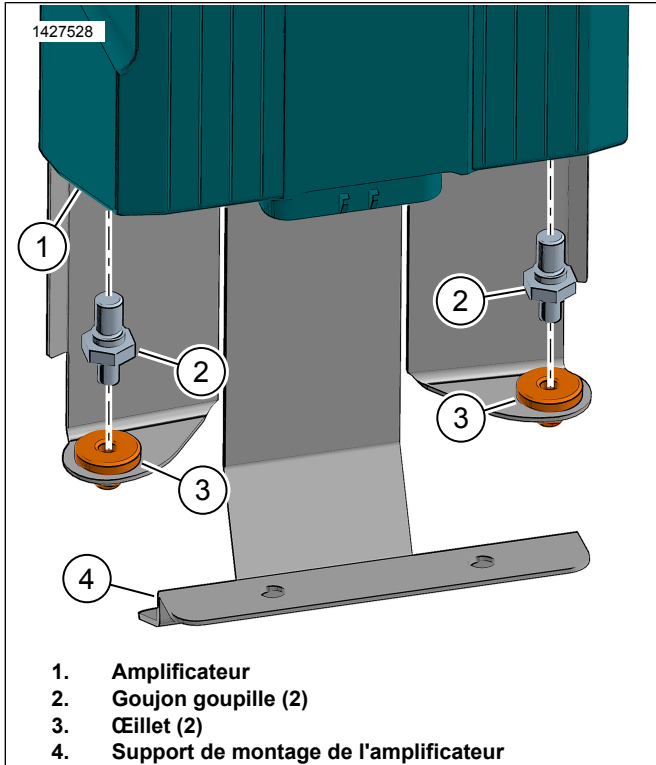

Figure 12. Goujon de l'amplificateur
4. Figure 12 Installer l'œillet (3) dans le support de montage de l'amplificateur (4).
5. Installer la goupille de fixation (2) dans l'amplificateur (1). Serrer.